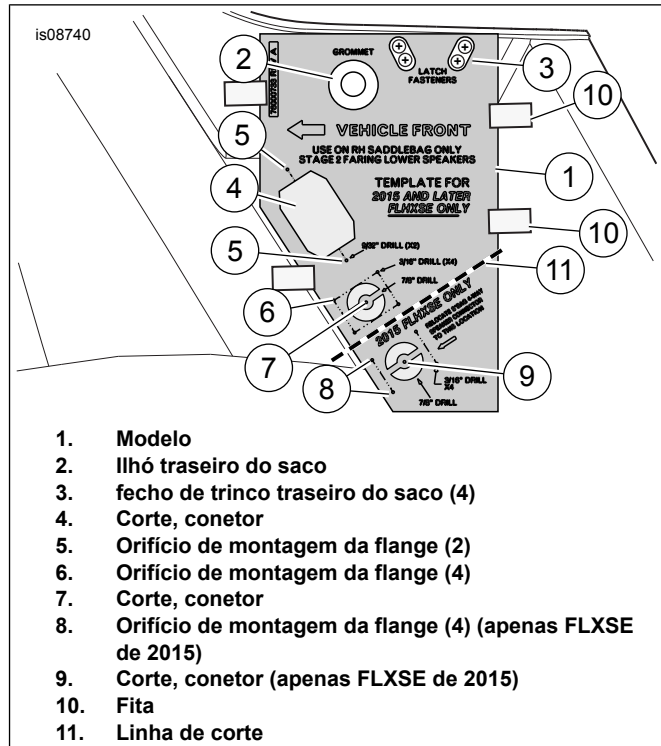
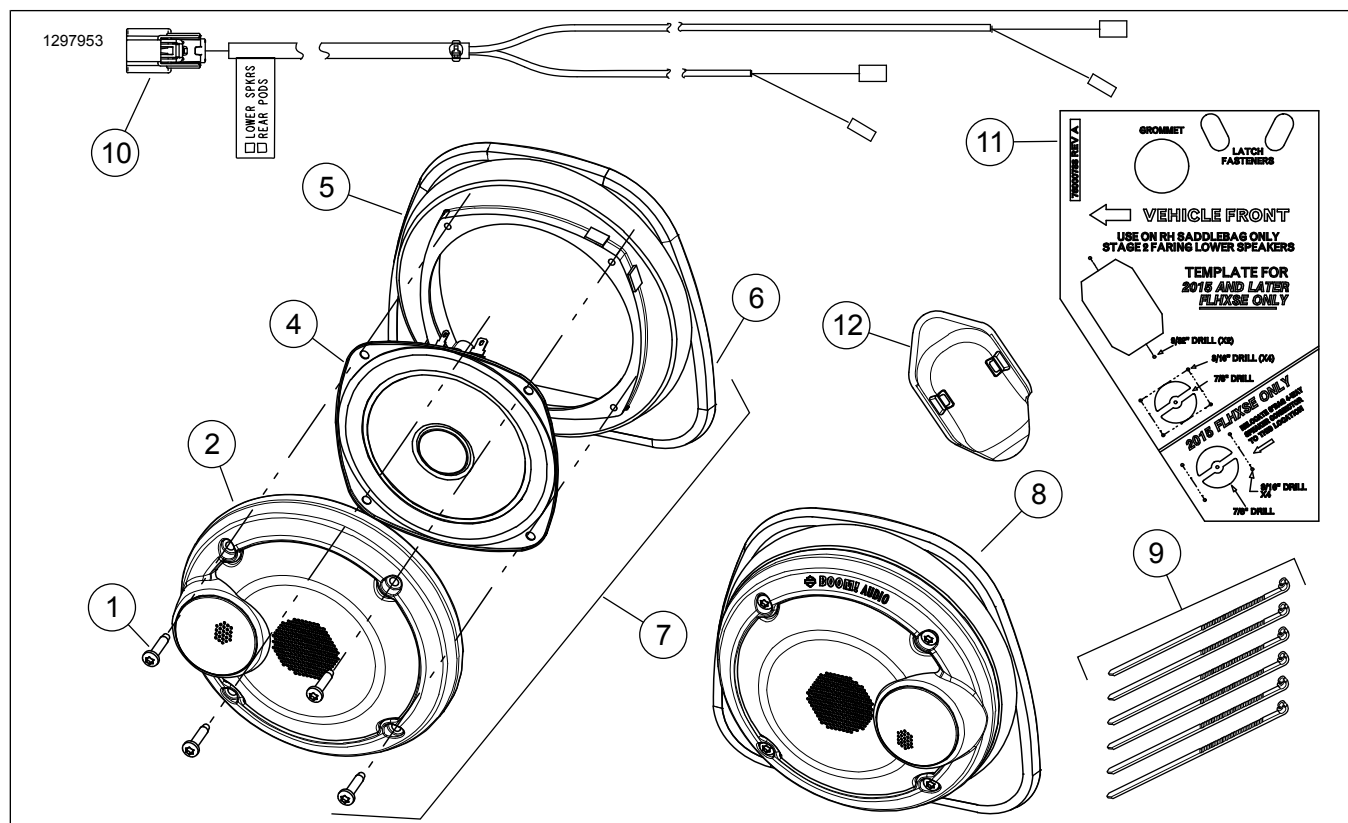

Figura 3. Corte do saco direito e perfuração para a instalação do chicote
Figura 4. Peças de reposição, altifalantes da carenagem inferior
Ver Figura 4 e Tabela 1.
1. Ver Figura 4 . **Stage I:** encaminhe as ligações dos terminais pequenos no chicote elétrico (10) para a carenagem inferior. **Stage II:** o chicote elétrico (10) não é utilizado. Descarte o chicote elétrico. Encaminhe o chicote lateral do veículo conforme as instruções no kit de instalação do amplificador. **NÃO** faça nenhum orifício na carenagem inferior.
Ligue [313] ao chicote elétrico (10). Ver Figura 4 . Avance para a Secção FINALIZAÇÃO.
1. Ver Figura 3 . Utilize o molde (1) para cortar as aberturas neste saco para o conector [289-1] flangeado de 18 vias do amplificador da **carenagem inferior** .
- b. Coloque o molde no saco. Alinhe o ilhó (2) e as aberturas (3) de apertar com trinco. Utilize a fita (10) para fixar o molde no sítio.
- d. Trace o contorno do corte (4) no saco. Trace o contorno do corte (7) no saco. Trace o contorno do corte (9) no saco.
- e. Faça dois orifícios de 9/32 pol. (5) para os locais de montagem dos conectores flangeados. Faça cinco orifícios de 3/16 pol. (6) para os locais de montagem dos conectores flangeados. Faça cinco orifícios de 3/16 pol. (8) para os locais de montagem dos conectores flangeados.
- f. Remova o molde. Utilize uma serra a ar ou ferramenta semelhante para cortar o corte do conector (4). Verifique o tamanho da abertura (4) com o conector flangeado de 18 vias [289-1A] no chicote do saco (veja Figura 4 , item 7). Desenhe o contorno do orifício como exibido no molde, se necessário, para um encaixe adequado.
- a. Corte a parte inferior do molde ao longo da linha de corte (11). Descarte a parte inferior do molde.
- c. Coloque o molde no saco. Alinhe o ilhó (2) e as aberturas (3) de apertar com trinco. Utilize a fita (10) para fixar o molde no sítio.
- e. Trace o contorno do corte (4) no saco. Trace o contorno do corte (7) no saco.
- f. Faça dois orifícios de 9/32 pol. (5) para os locais de montagem dos conectores flangeados. Faça cinco orifícios de 3/16 pol. (6) para os locais de montagem dos conectores flangeados.
- g. Remova o molde. Utilize uma serra a ar ou ferramenta semelhante para cortar o corte do conector (4). Verifique o tamanho da abertura (4) com o conector flangeado de 18 vias [289-1A] no chicote do saco (veja Figura 4 , item 7). Desenhe o contorno do orifício como exibido no molde, se necessário, para um encaixe adequado.
- h. Após a instalação do conector de 18 vias [289-1]: Instale a tampa do conector (12) sobre o mesmo, encaixando-a no sítio. Fixe os conjuntos de cabos no interior do saco com abraçadeiras e as bases adesivas fornecidas com o kit de instalação do amplificador. Instalação do amplificador Stage II finalizada conforme a instrução no respetivo kit.
Veja Figura 3 , itens 6 e 7.